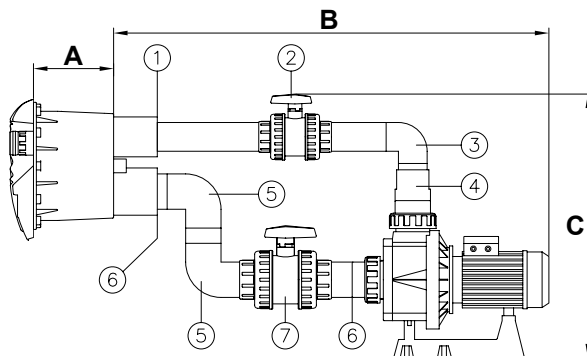

Fig. 6
- Encolar el casquillo reducido de 75x63 mm. (nº 1, fig. 6) en la toma de impulsión del nicho (ver fig. 6).
- Encolar un tubo  $\varnothing$  63mm (\*) al casquillo reducido (nº 1, fig. 6).
- Encolar la válvula  $\varnothing$  63mm. (nº 2, fig. 6) al tubo  $\varnothing$  63mm (\*).
- Encolar un tubo  $\varnothing$  63mm (\*) a la válvula  $\varnothing$  63mm (nº 2, fig. 6).
- Encolar codo  $\varnothing$  63mm. (nº 3, fig. 6) al tubo  $\varnothing$  63mm (\*).
- Encolar tubo  $\varnothing$  63mm (\*) al codo (nº3, fig.6).
- Encolar reducción cónica 90/75/63 mm. (nº 4, fig. 6) al tubo  $\varnothing$  63mm (\*) y al racor de la bomba  $\varnothing$  90mm.
- Encolar el casquillo reducido de 90x75 mm. (nº 6, fig. 6) en la toma de aspiración del nicho (ver fig. 6).
- Usando un tubo  $\varnothing$  75mm (\*) encolar un codo  $\varnothing$  75mm. (nº 5, fig. 6) al casquillo reducido (nº 6, fig. 6).
- Usando un tubo  $\varnothing$  75mm (\*) uniremos el otro codo  $\varnothing$  75mm. (nº5, fig. 6) al codo ya encolado (ver fig. 6).
- Encolar la válvula  $\varnothing$  75mm (nº7, fig. 6) al codo (nº 5, fig. 6) usando un tubo  $\varnothing$  75mm. (\*) para unirlos.
- Encolar un tubo  $\varnothing$  75mm (\*) a la válvula (nº 7, fig. 6).
- Encolar un casquillo reducido 90x75 mm. (nº 6, fig. 6) al tubo  $\varnothing$  75mm. (\*) y al racor de la bomba  $\varnothing$  90mm.